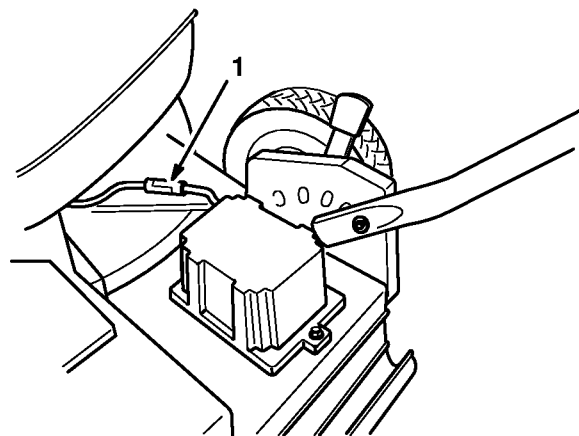

Figure 37
2. Débrancher les fils de connexion du moteur du démarreur à la batterie (Fig. 37).